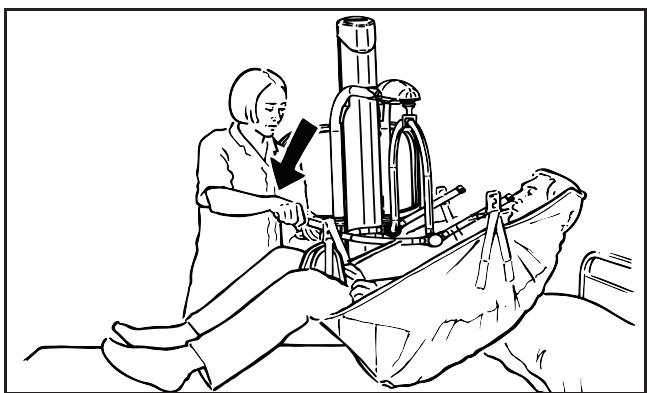

Рис. 31
Подложите стропу под пациента, переворачивая его или переведя в положение сидя. Вначале разведите ножки шасси, затем подкатите подъемник и поместите ноги пациента поверх шасси, как показано на рис. 31.
**ОСТОРОЖНО!** В момент, когда пациент находится поверх ножек шасси, как показано на рис. 31, НЕ используйте кнопки управления регулируемыми ножками шасси.